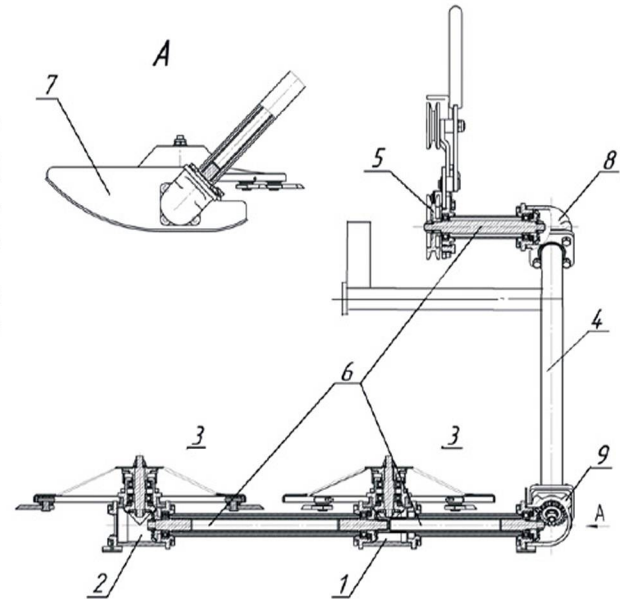
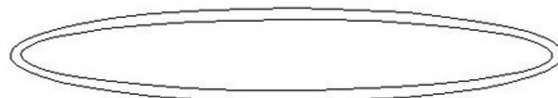
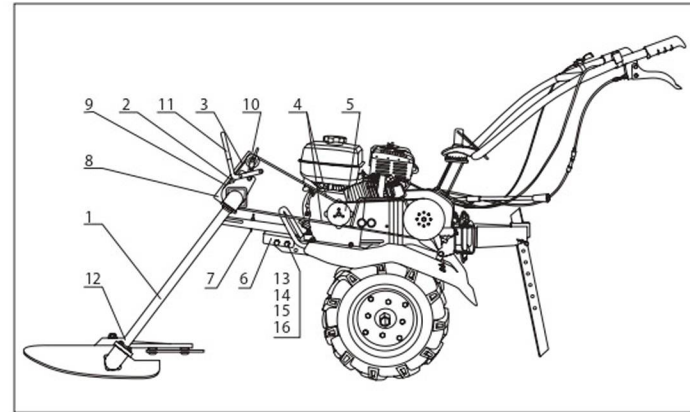
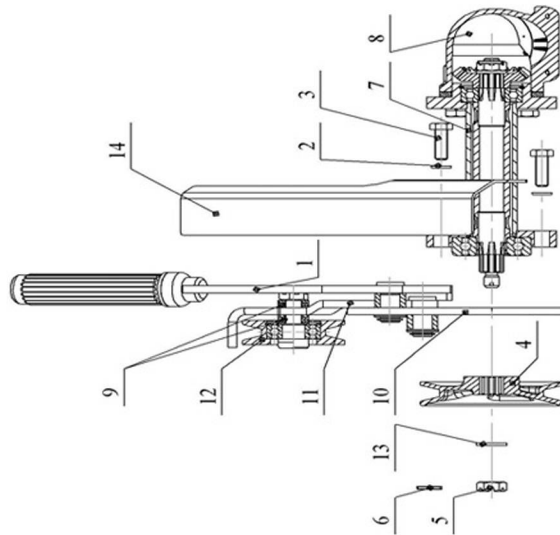

Рис. 1 Косилка роторная
Рис. 3 Комплект поставки
Рис. 4
Рис.5
Косилка роторная навесная (в далее по тексту – косилка) представлена на Рис.1 навесное орудие к мотоблокам «Ока», «Нева», «Пахарь», и их модификаций предназначена для скашивания как обычной травы, так и грубостебельной травяной растительности, расположенной на малых участках, обочинах дорог, на склонах до 10° и пр.
- Общий вид косилки представлен на (Рис. 1). Конструкция режущих дисков и редуктора привода дисков представлены на (Рис.2).
- Передача крутящего момента от приводного шкива п.5 (Рис. 1) к режущим дискам, осуществляется с помощью шлицевых торсионных валов п.6 и редукторов п.1, п.2, п.8, п.9.
6.2 Подготовка косилки к работе в составе мотоблока «Ока», «Нева» и их модификаций: 6.2.1 Установить натяжное устройство на косилке, закрепив фланец 10 (Рис. 5) и кожух 14 болтами 3 и шайбами пружинными 2 под углом к горизонту, как показано на (Рис. 3); 6.2.2 Установить приводной шкив 4 (Рис. 5), закрепить гайкой 5, шайбой 13 и шплинтом 6 (люфт шкива на шлицевом торсионном валу не допускается). Перед установкой шкива 4 шлицы смазать солидолом ГОСТ 4366-76;
6.3 3 Установить косилку на штырь 6 (Рис. 4) мотоблока и зафиксировать шплинтом 7 из комплекта мотоблока;
6.4 4 Одеть клиновой ремень 3. При этом: ручки шкивов (ведущего 3 и приводного 5) и натяжного ролика должны лежать в одной плоскости. Положение натяжного ролика регулировать за счёт перестановки регулировочных шайб 9 (Рис. 5), приближая или удаляя ролик относительно козырька 11, а также за счет: а) разворота верхней транс-
миссии с угловым редуктором в пределах зазоров по болтам 8 (Рис.1). Для этого необходимо отвернуть 4 болта 8 крепления редуктора к раме 4 на два оборота, повернуть трансмиссию с приводным шкивом до получения совпадения плоскостей ручьев. Затянуть болты 8 (4 шт.); б) перестановки шайбы 13 (Рис. 5) между шкивом 4 и подшипником трансмиссии. При включённом натяжном устройстве рычаг 2 (Рис. 4) должен находиться в верхнем рабочем положении. Прогиб ремня на большом плече (сторона противоположная ролику) должен быть 30...40 мм при нажатии усилием 3...5 кгс. Регулировать перемещением косилки относительно штыря мотоблока;
6.3.3 Установить натяжное устройство на косилке под углом к горизонту как показано на рисунке 4, закрепив фланец 10 (Рис. 5) и кожух 14 болтами 3 и шайбами пружинными 2; **6.3.4** Выполнить работы по п. 6.2.2.
- Для заполнения редукторов привода первого и второго режущих дисков п.1 и п.2 (Рис. 1) необходимо расконтрить и отвернуть гайку п.1 (Рис. 2), снять шайбу п.2 и диск п.3, отвернуть четыре болта п.4, снять пружинные шайбы п.5 и корпус ведомой шестерни п.6.
- Для заполнения верхнего углового редуктора п.8 (Рис. 1) необходимо отвернуть четыре болта крепления редуктора к раме п.4, затем снять редуктор п.8 вместе с приводом от шкива п.5. В полость редуктора добавить 50 см³ солидола ГОСТ 4366-76. Сборку редуктора произвести в обратном порядке.
- Для заполнения нижнего углового редуктора п.9 (Рис. 1) не обходимо отвернуть четыре болта крепления редуктора к раме п.4 и два болта крепления редуктора привода второго режущего диска п.2 к раме п.4, затем снять нижний угловой редуктор вместе с редукторами п.1 и п.2. В полость редуктора п.9 добавить 50 см³ солидола ГОСТ 4366-76.